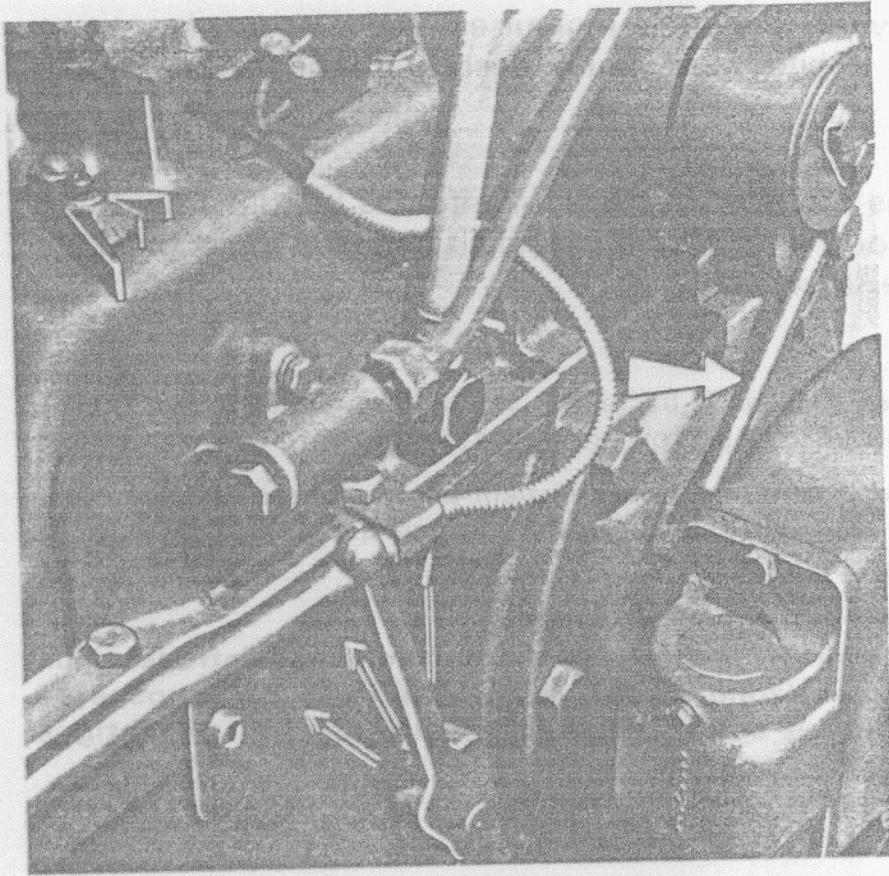

Fig. 34
- Le levier situé sous le bras de relevage gauche, doit être basculé vers le bas pour obtenir le verrouillage des bras de relevage à la position de transport (fig. 34).